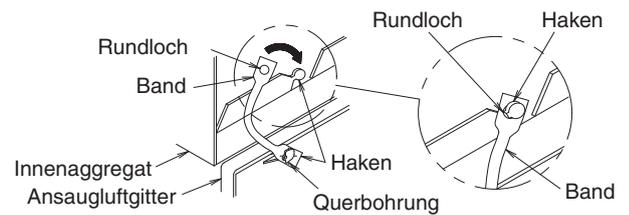

Abb. 38
- Hängen Sie bei der Installation des Ansaugluftgitters den Riemen des Ansaugluftgitters an den hängenden Teil des Innenaggregats, siehe **Abb. 38**.